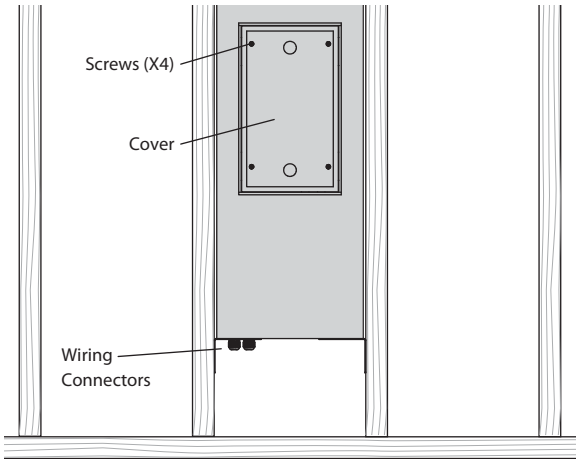

Abb. 3. Entfernen der Abdeckung
1. Entfernen Sie die Abdeckung der hinteren Dose, indem Sie die vier Befestigungsschrauben lösen (Abb. 3).